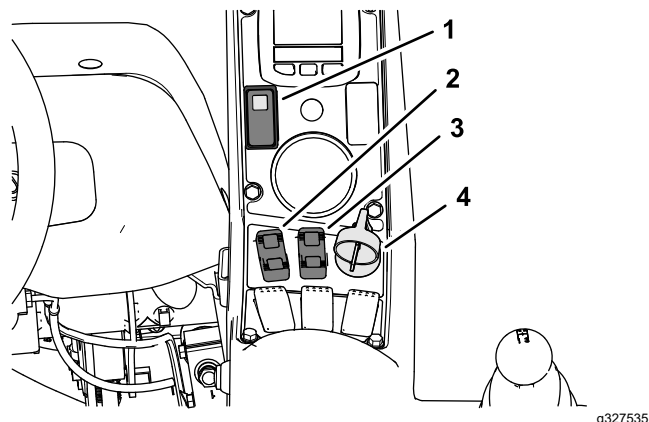
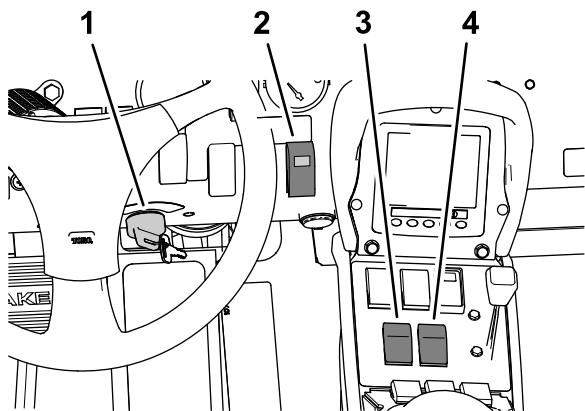
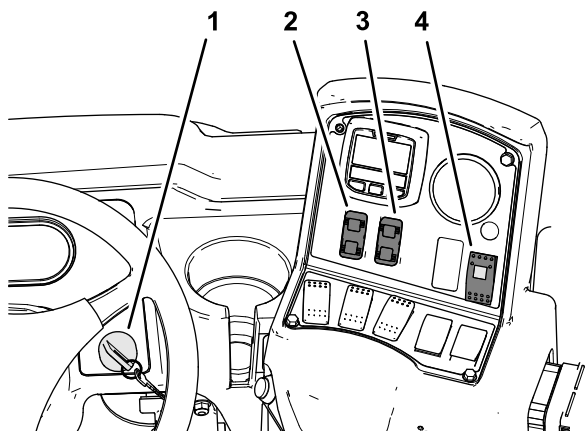

図 44
図 45
図 46
注 ソニックブームのインジケータランプ 図 44、図 45、図 46 はソニックブームのスイッチについているランプで、システムの状態を以下のパターンで表示します
1. ソニックブームのスイッチ(図 44、図 45または図 46)を ON 位置にする。
2. ブーム昇降スイッチ 図 44、図 45または図 46を操作して希望する高さまでブームを降ろす。
注 自動運転中に、ブーム昇降スイッチ 図 44、図 45または図 46を使うとその間だけ手動優先になります。
4. 自動モードに戻るには、ブーム昇降スイッチを下降側に軽く押し 図 44、図 45または図 46。するとコントロールがブーム先端の高さを希望する高さに動かす。
1. ソニックブームのスイッチ(図 44、図 45または図 46)を OFF 位置にする。
2. 左右のブームコントロールスイッチを使って各ブーム 図 44、図 45または図 46の高さを調整する。